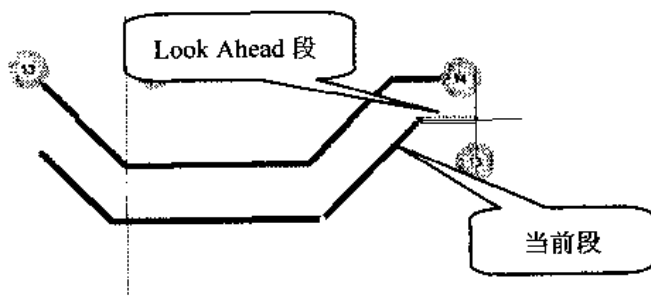

图 14-19 可通过焊盘间的 Look Ahead 段示意图
- (3) 如果所放置的线段 (Look Ahead) 在两个焊盘之间，并且不会产生电气检查规则冲突，那么光标位置和 Look Ahead 段则显示位置一致，如图 14-19 所示。